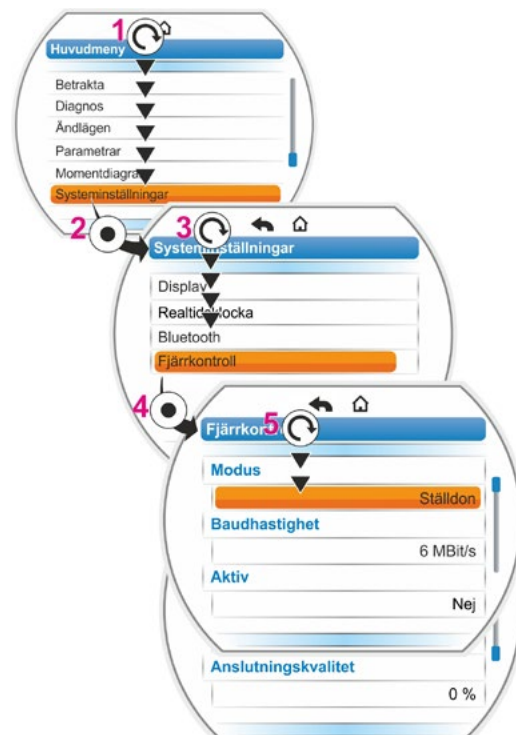

Bild 3: Aktivera fjärrkontroll
1. Välj "Systeminställningar" i huvudmenyn (bild 3 pos. 1) och bekräfta (pos. 2). Menyn "Systeminställningar" visas.
2. Flytta valmarkeringen till "Fjärrkontroll" (3) och bekräfta (4). Menyn "Fjärrkontroll" visas.
3. Välj parametern "Ställdon" vid "Läge" (5). Vid parameterinställning av fjärrkontroll, ska "Fjärrkontroll" väljas här.